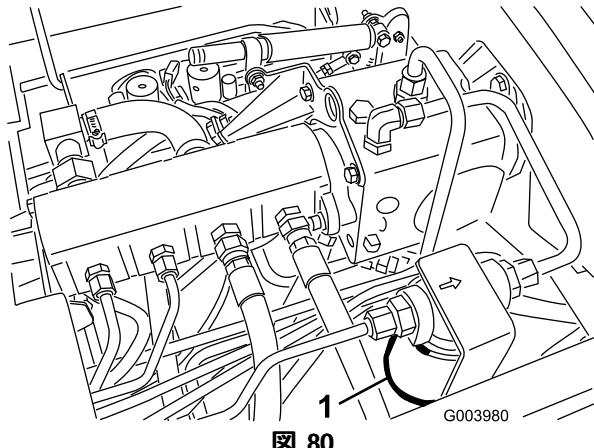
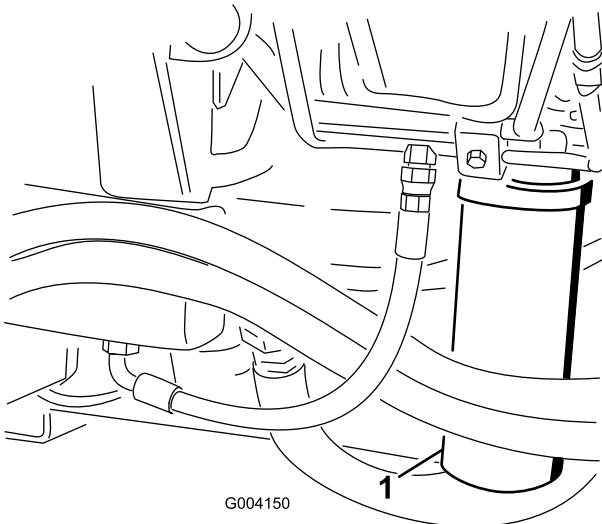

図 80
図 81
2. フィルタ取り付け部付近をきれいに拭い、下に容器を置く（図 80と図 81）。